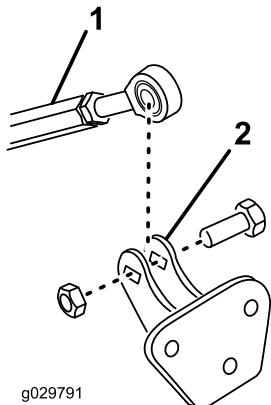

Figura 10
- Sujete la rótula del acoplamiento roscado al soporte con un perno ($\frac{1}{2}$ " x $1\frac{1}{2}$ ") y una contratuerca ($\frac{1}{2}$ "), según se muestra en Figura 10.